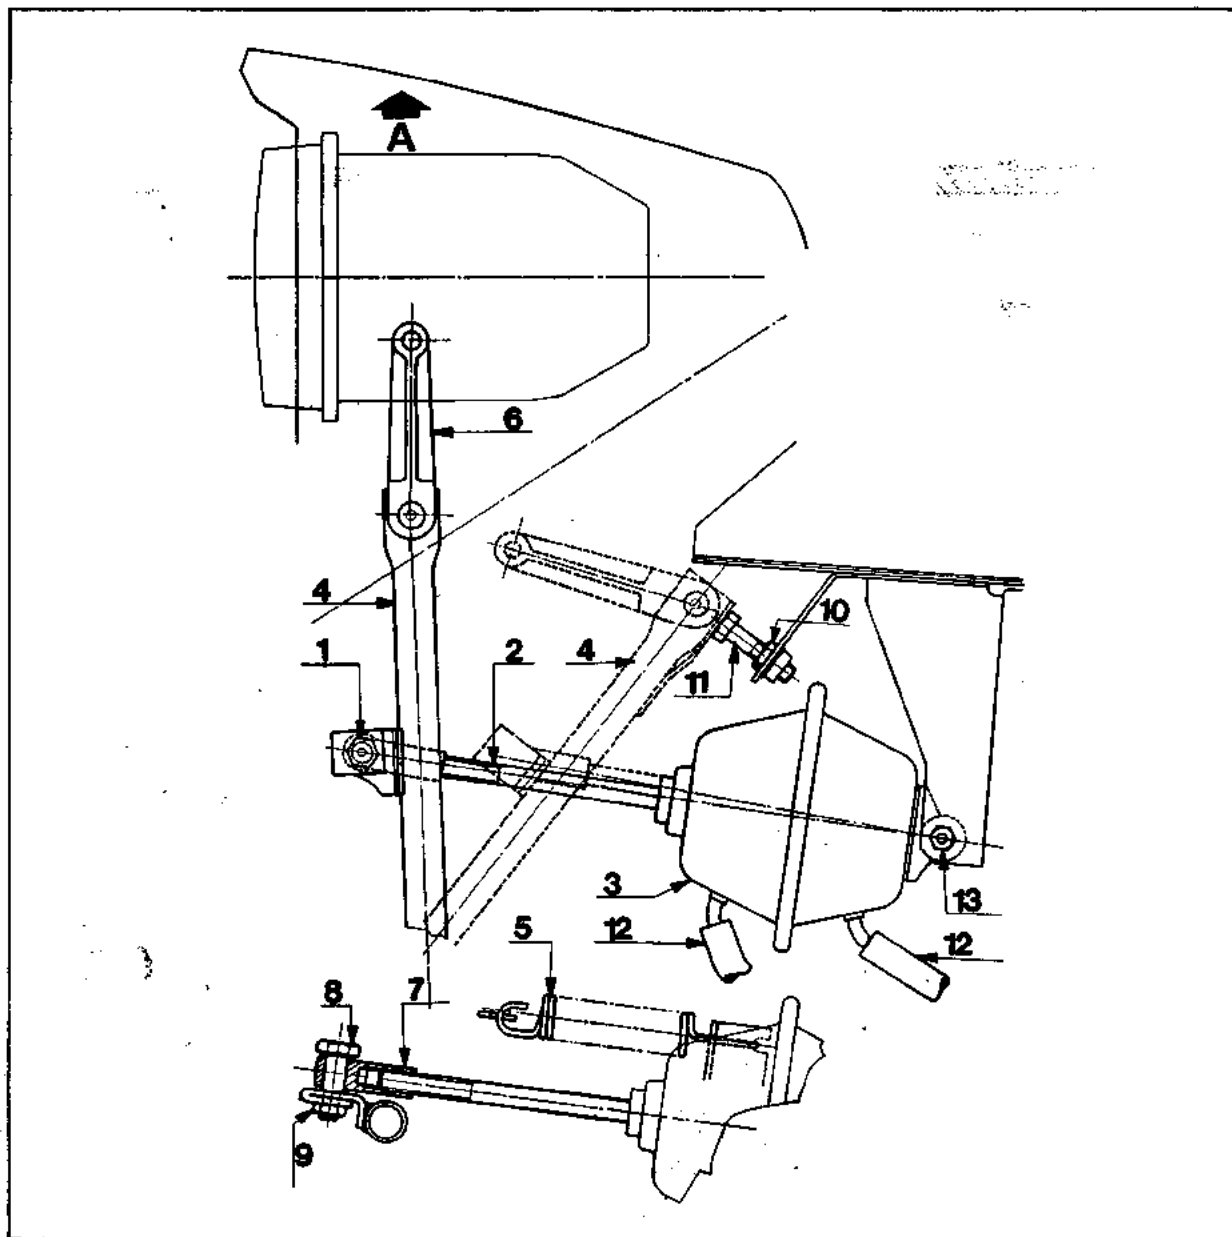

Fig. 9
- Verwijder de bevestigingsbout (1)(fig.9) waarmee de drukstang (2) van de vacuüm-doos (3) aan de bedieningsstang (4) van de linker koplamp is bevestigd.